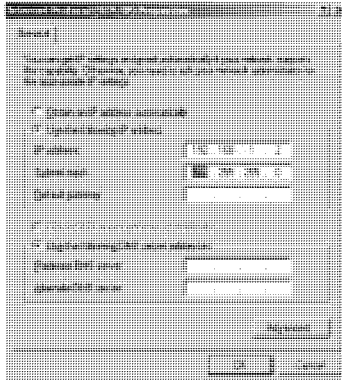

Рис. 7. Окно свойств протокола TCP/IP
6. Выберите *Use the following IP Address* («использовать следующий IP-адрес») и введите параметры как показано на рис. 7.